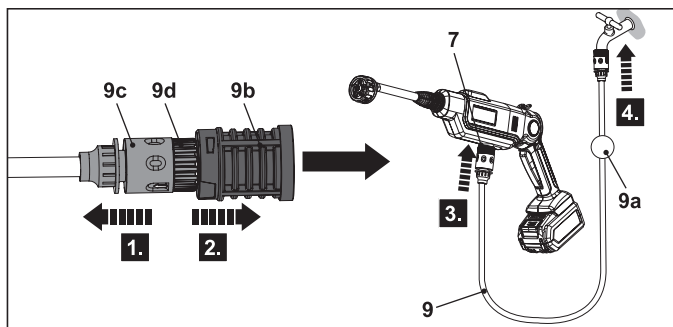

Fig. 8
1. Presione el anillo hacia abajo (9c) (Fig. 8, paso 1) y retire el adaptador del filtro (9d) con el filtro (9b) de la manguera de agua (paso 2).
2. Conecte un extremo de la manguera de agua (9) al adaptador de entrada de agua (7) (paso 3) y, a continuación, el otro extremo al suministro de agua (paso 4).